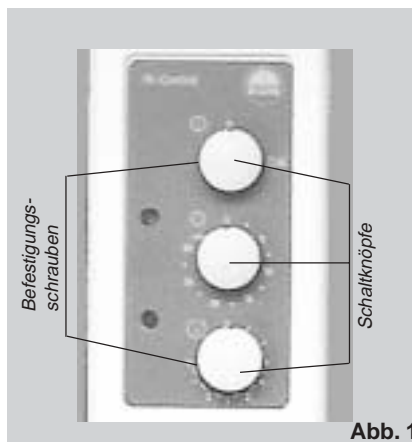

Abb. 1
- Hierzu werden die Schaltknöpfe mit leichtem Zug von den Schaltachsen abgezogen und die 2 Befestigungsschrauben (Abb. 1) gelöst.